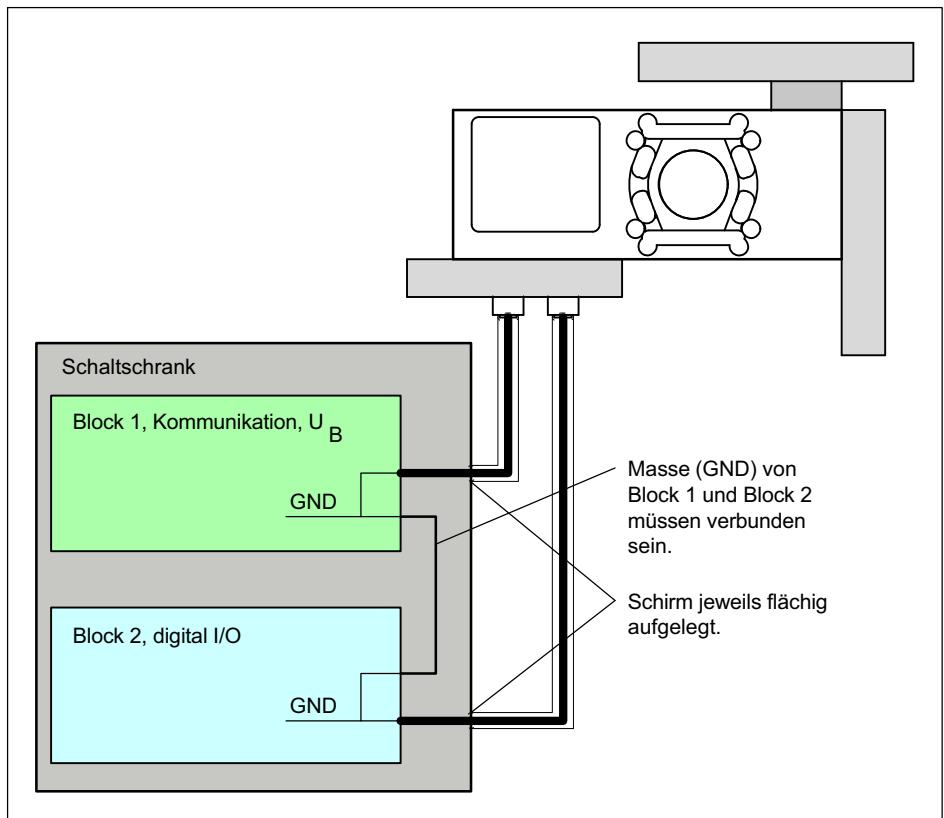

Abb. 7.2 Verbindung der GND-Potenziale bei Montage innerhalb eines Schalschanks
2. Beide Funktionsblöcke befinden sich innerhalb eines Schaltschranks (Abb. 7.2).
Stellen Sie bei einer Montage aller Funktionsblöcke innerhalb eines Schaltschranks (Abb. 7.2 auf Seite 19) sicher, dass die GND-Potenziale der beiden Blöcke verbunden sind.